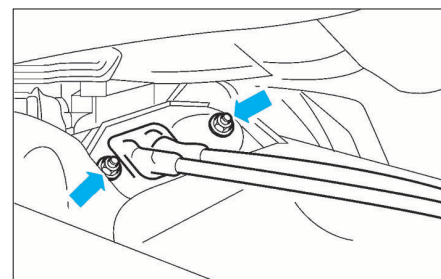

FIG. 11
- Déposer les fixations du support de câbles (Fig.11), puis dégager les câbles en les tirant depuis l'habitacle.